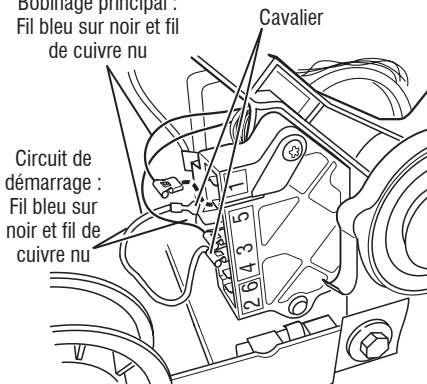

Figure 7 – Points de mesure pour le bobinage du moteur
**9.** Débrancher le connecteur du conducteur de cuivre nu de la broche 5 du commutateur noir du moteur. Voir figure 7.
**10.** En utilisant la figure 7 et le schéma des circuits de la page 48, mesurer les valeurs de résistance des bobinages du moteur (bobinage principal et bobinage de démarrage).